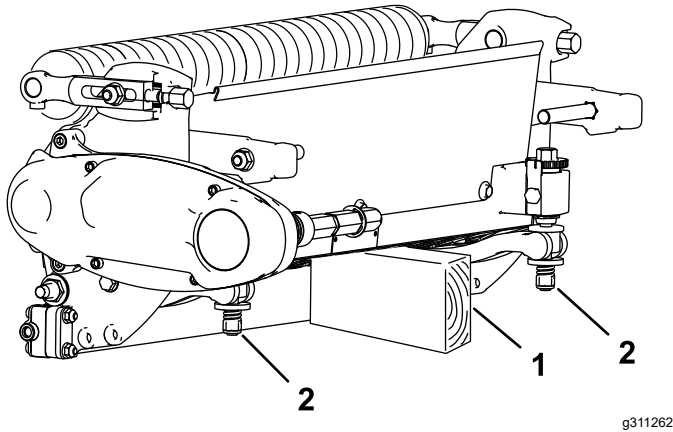

Bild 4
- Stützen Sie die Rückseite des von der Maschine abgebauten Mähwerks ab, um sicherzustellen, dass die Muttern der Einstellschrauben am hinteren Ende des Untermesserträgers nicht auf der Arbeitsfläche aufliegen (**Bild 4**).